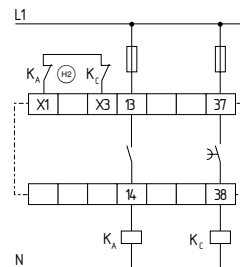

Fig. 20
**Commande à 1 canal avec boucle de retour (Fig. 20)**